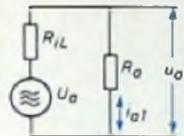

Abb. 6 Ersatzschaltbild der Endstufe
Gemäß Abb. 6 und nach Definition (17) besteht zwischen den Wechselgrößen  $u_{a1}$  und  $i_{a1}$ , der Anodengleichspannung  $U_a$ , dem Grenzwiderstand des Schwingkreises  $R_a$  und der Rohrenkonstanten  $R_{iL}$  die Beziehung
Die gewonnene Gleichung stellt den Grundwellenstrom als Amplitude in Abhängigkeit von der Anodenbetriebsspannung  $U_a$ , dem Kreiswiderstand  $R_a$ , der Röhrenkonstanten  $R_{iL}$  und der Stromflußwinkelfunktion  $K_1$  dar. Sie hat formal die Gleichung des Ohmschen Gesetzes und kann darum durch das Ersatzbild Abb. 6 wiedergegeben werden.